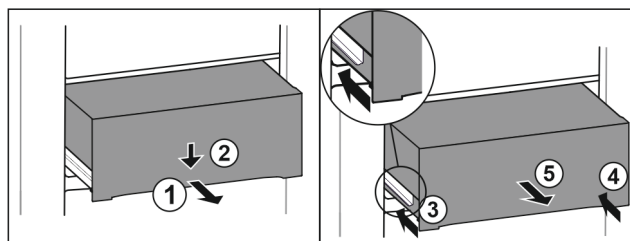

Fig. 179
- Tërhiqni jashtë sirtarin deri në gjysmë. Fig. 179 (1)
- Shtypni për poshtë sirtarin në pjesën përpara. Fig. 179 (2)
- Shtyni brenda shinën e majtë rreth 2 cm. Fig. 179 (3)
- Shtyni brenda shinën e djathtë rreth 2 cm. Fig. 179 (4)
- Hiqni sirtarin nga përpara. Fig. 179 (5)